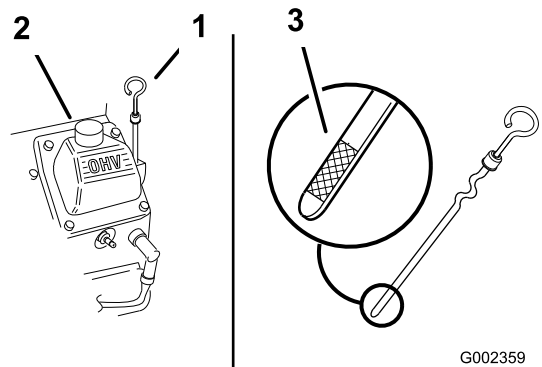

Figura 17
3. Limpe a zona em redor da vareta de óleo (Figura 17), para evitar que entre sujidade no orifício e possíveis danos no motor.
4. Retire a vareta do óleo e limpe a extremidade (Figura 17).
5. Deslize a vareta para dentro do tubo, mas não enrosque (Figura 17).
6. Coloque lentamente cerca de 80% da quantidade de óleo especificada no bocal de enchimento do óleo (Figura 17).